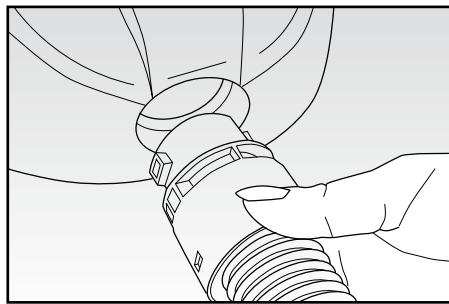

Fig. 2
- Inserire il manicotto (I) nell'apertura di entrata dell'aria (C) e premerlo finché non si blocca a scatto. Per rimuoverlo, è necessario premere contemporaneamente i due pulsanti di sblocco (L) ed estrarlo (Fig. 2).